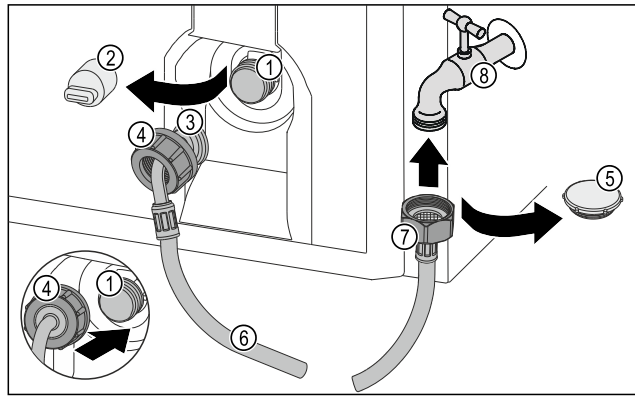

Fig. 33
- ▶ Uzavírací víčko Fig. 33 (5) odstraňte.
- ▶ Rovný konec hadice Fig. 33 (7) připojte k vodovodnímu kohoutku Fig. 33 (8).
- ▶ Utáhněte matici na rovném konci hadice Fig. 33 (7) ve směru hodinových ručiček.